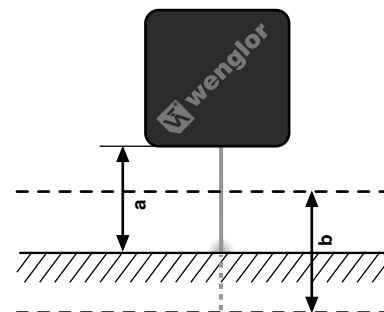

Bild 1
- Laser Glanzsensor genau senkrecht über der Oberfläche des abzutastenden Objektes in der idealen Tastweite befestigen und ausrichten (siehe Bild 1)
- Mount the laser gloss Sensor directly above, and align it to the surface of the object to be scanned at a distance equal to the ideal scanning range (see fig. 1).